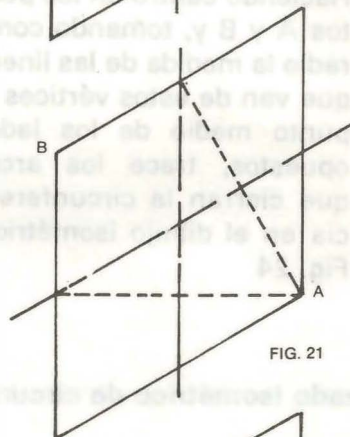

FIG. 21
- Del vértice A lleve líneas a los puntos medios de los lados opuestos al vértice A. Fig. 21.